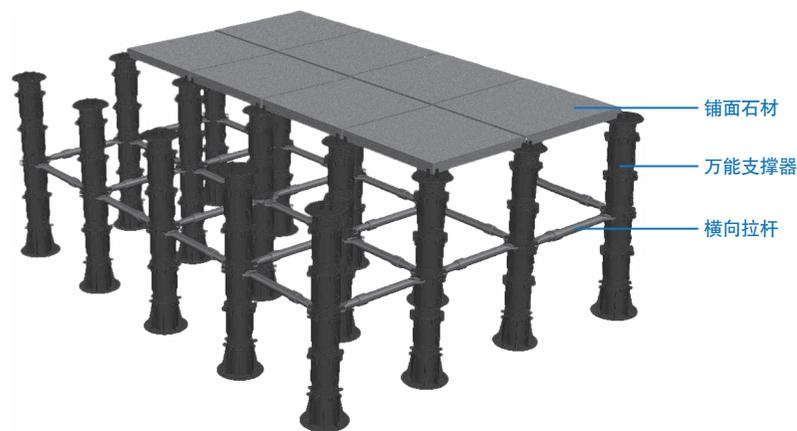

图5 横向拉杆
5.3 稳定性: YKL[®]易卡联万能支撑器架空到一定高度后, 由于横向力作用, 稳定性将会降低。若架空高度超过800mm, 必须增加“横向拉杆”(见图5)。横向拉杆适用于增强型YKL[®]易卡联万能支撑器YKL-C系列。